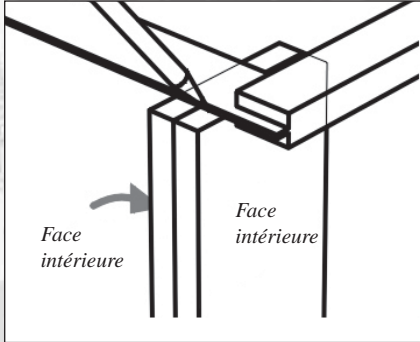

FIGURE 21 : Tracez avec une équerre sur toute la largeur.
2. Utilisez une équerre pour marquer la position des queues (figure 21).